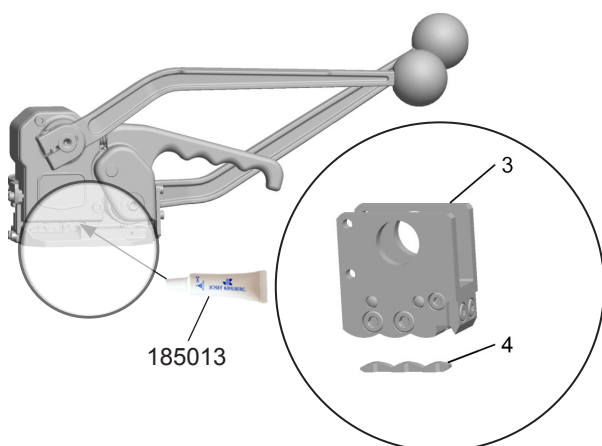

Fig. 16
- Rengör överstansen (Fig. 16/3) och understansen (16/4) från eventuella föroreningar, antingen med tryckluft eller med en liten stålborste. Tips: Om dessa är mycket förorenade, använd ett lösningsmedel.